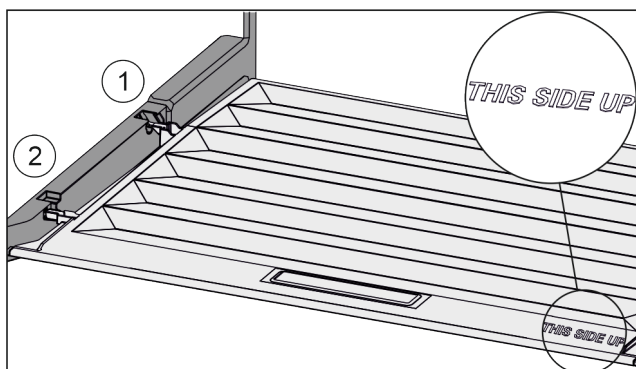

Fig. 125
- Inserire le nervature del coperchio attraverso l'apertura del supporto posteriore Fig. 125 (1) e innestare anteriormente nel supporto Fig. 125 (2).